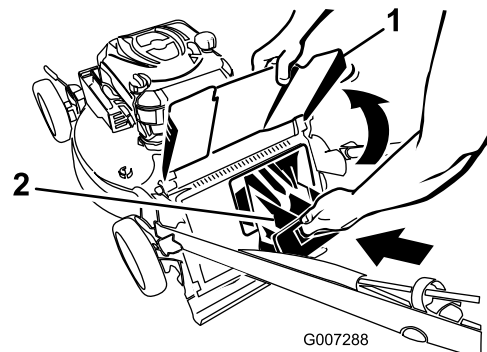

**Bild 25**
1. Verlegen Sie das Starterkabel um die untere Kabelführung (Bild 25).